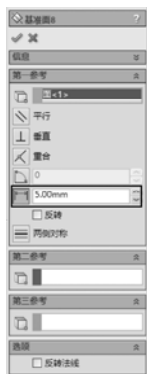

图 4-40 创建基准面
STEP 10 单击“焊件”工具栏的“参考几何体”下的“基准面”按钮，创建一个距离椅把后侧管道端口面 5 的基准面，如图 4-40 所示。